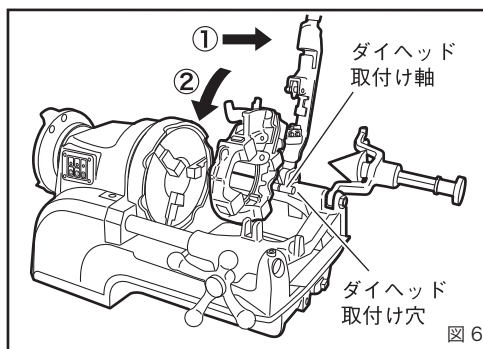

図 6
4. パイプサイズに合ったダイヘッドを取り付ける (図 6)